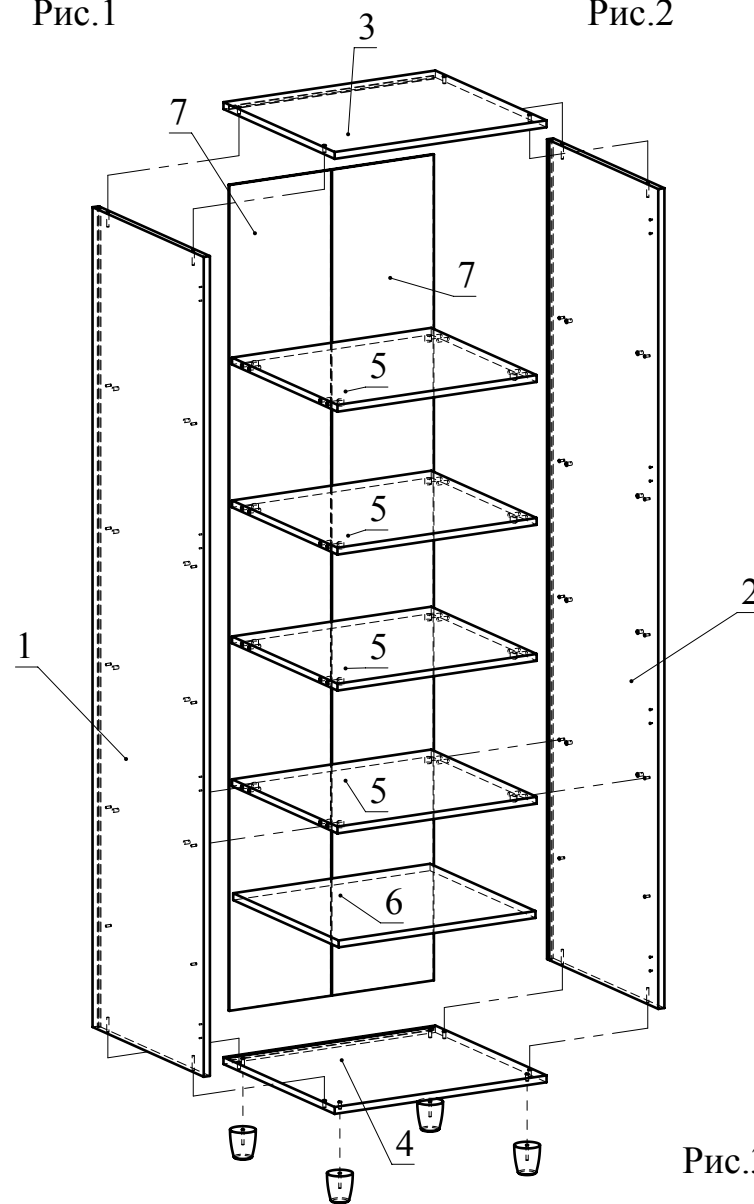

Рис.3
2. Прикрутите конфирматами опоры к детали 4. Соберите конструкцию, стягивая её конфирматами и затягивая головки минификс. Установите детали 7 в пазы деталей 1,2,3 через соединительную планку для ДВП (Рис.3).